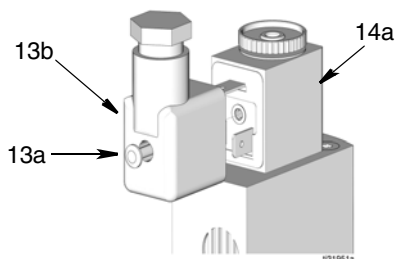

FIG. 25
4. Allentare la vite (13a) sul retro del connettore della valvola a solenoide tipo mini DIN (14a) e scollegarlo dal connettore della valvola a solenoide (14a) (FIG. 25).